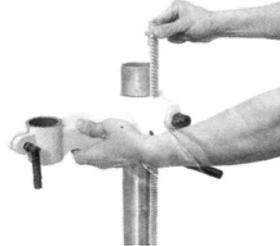

Figure 2
2.2 Installez le support de table avec la crémaillère. (Fig. 2)